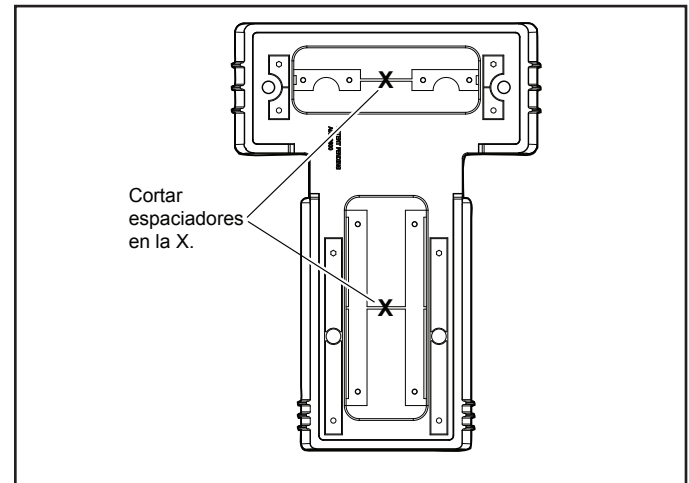
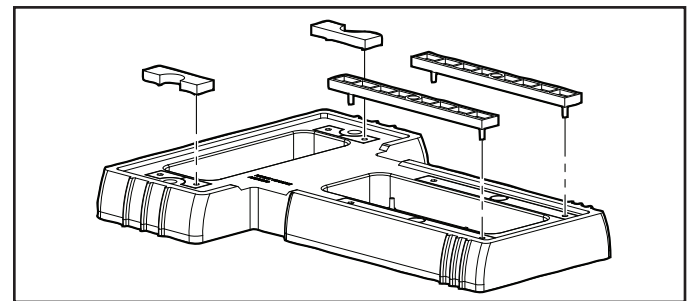

Figura 4. Corte los grupos de espaciadores fuera de la base
Figura 5. Encaje los espaciadores en su sitio
- Utilizando una herramienta manual de corte, corte las barras de plástico que conectan los conjuntos superior e inferior de los espaciadores, como se muestra en la Figura 4.
- Empuje los dos (2) espaciadores de arriba y los dos (2) espaciadores de abajo sacándolos de la base.
- Alinee los pines en los cuatro (4) espaciadores con los orificios en la base y asegúrelos en su lugar como se muestra en la Figura 5.